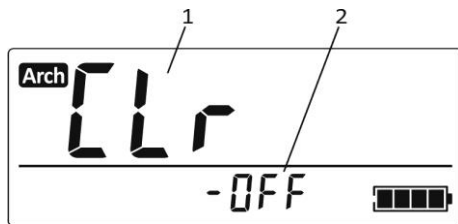

Рисунок 2.38 – РКІ дозиметра (підрежим стирання результатів вимірювань з енергонезалежної пам'яті)
2.3.6.10.3.1 Для переходу у підрежим стирання результатів вимірювань з енергонезалежної пам'яті пульта дозиметра необхідно натиснути UNITS/CLEAR і утримувати (близько 4 с) до відображення на РКІ символів «CLr» (1) (рис. 2.38). Після цього необхідно відпустити UNITS/CLEAR.